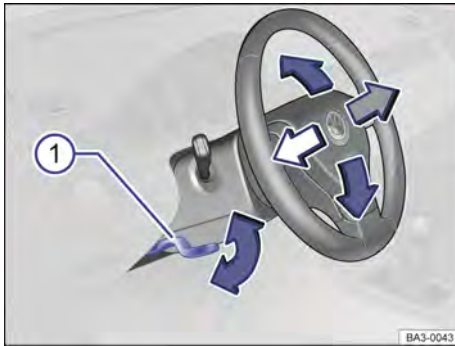

Fig. 64 Debajo y a la izquierda del volante junto con el revestimiento de la columna de dirección: palanca de ajuste de la posición del volante.
- Empujar la palanca → **fig. 64** hacia abajo.